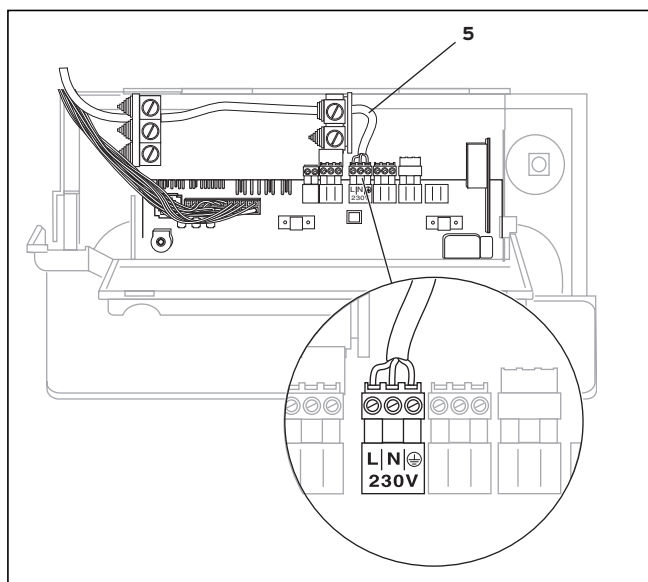

Fig. 4.10 Exemplu de introducerea a cablului
- Conectați cablul de legătură corespunzător fig. 4.10/4.11 la fișa ProE, respectiv prizele de fișe ale părții electronice.